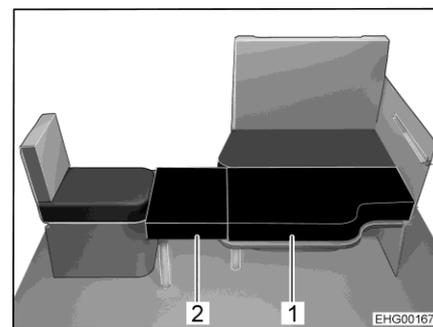

Fig. 77 Dopo la trasformazione
- Agganciare gli angoli di supporto (Fig. 78,2) della tavola aggiuntiva al sedile singolo e appoggiare il cuscino aggiuntivo (Fig. 77,2) sul piano del tavolo.
- Posare il secondo cuscino aggiuntivo (Fig. 77,1) sul piano del tavolo.